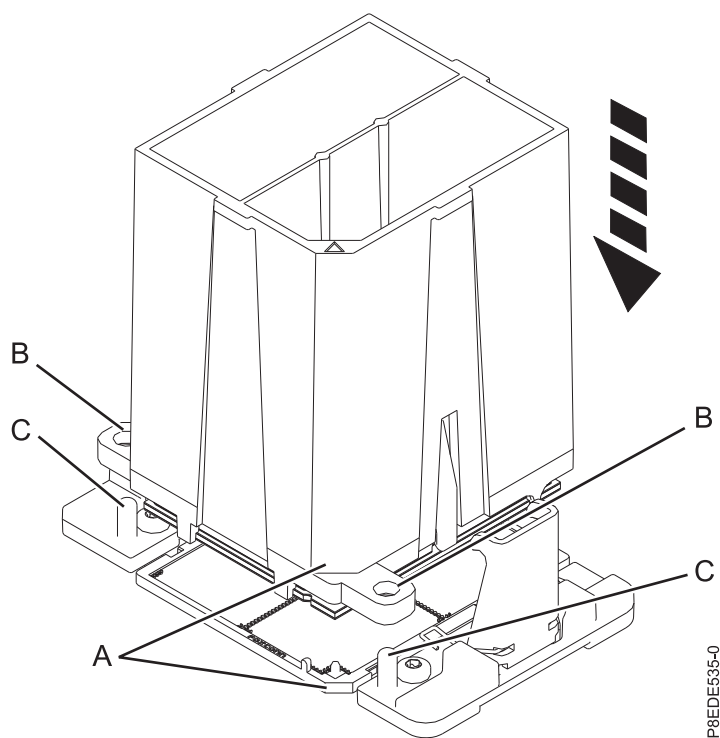

Figura 37. Instalando o módulo de processador do sistema
- b. Abaixar a ferramenta e o módulo de processador do sistema no soquete. Alinhe a aresta biselada **(A)** da ferramenta com a aresta biselada no soquete. Certifique-se de que os dois pinos guia **(C)** sejam inseridos nos orifícios de alinhamento **(B)** em cada lado da ferramenta. Tenha cuidado para abaixar a ferramenta nivelada sem incliná-la. Consulte o Figura 37 na página 37.